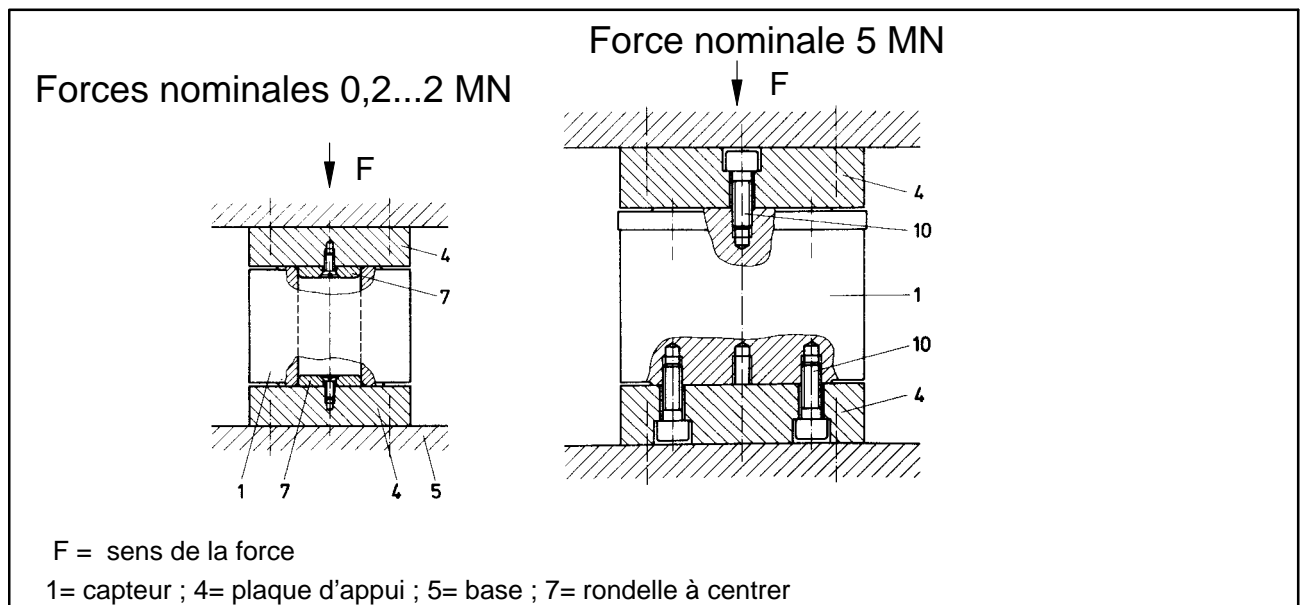
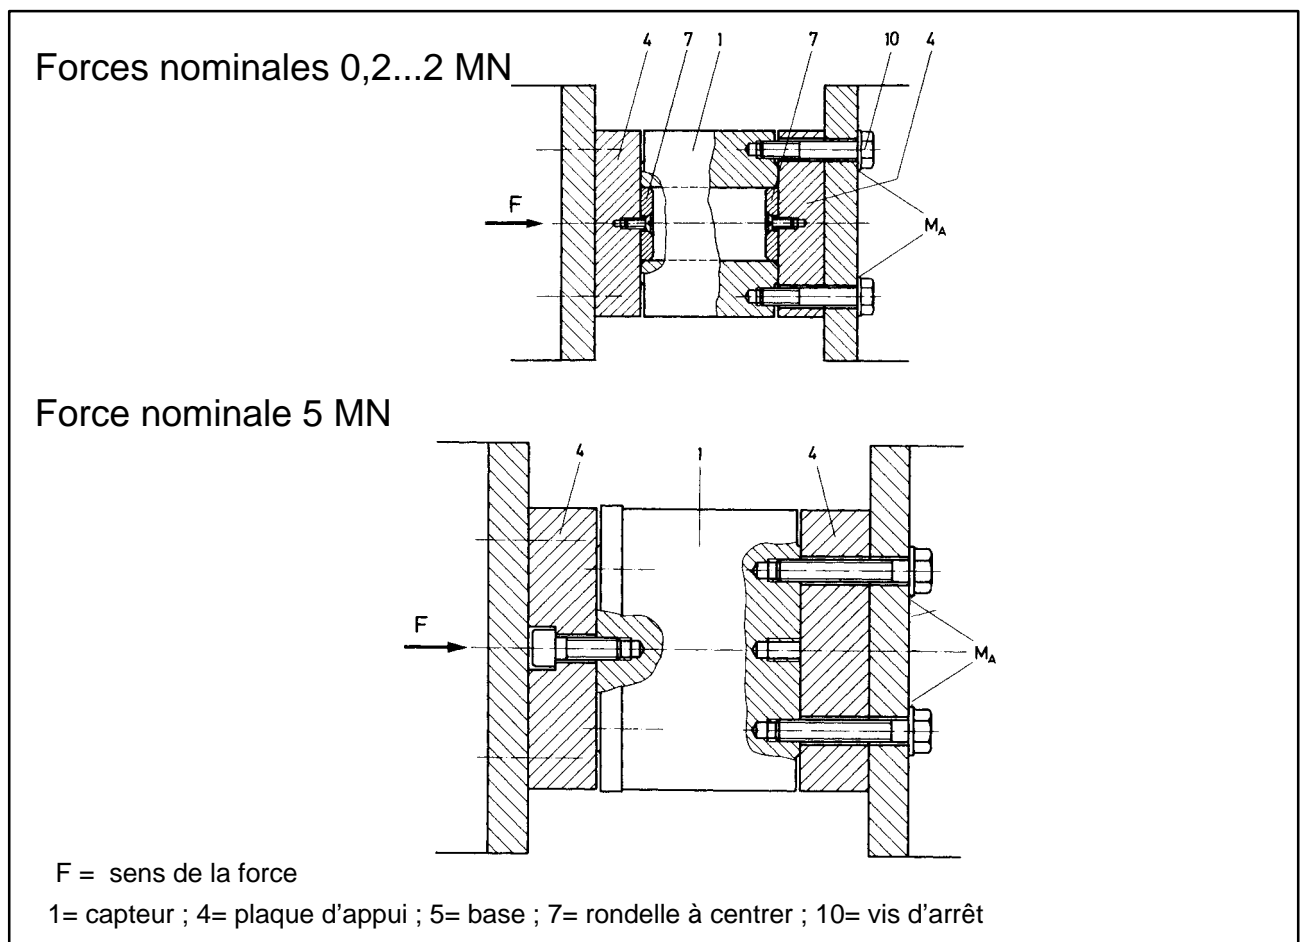
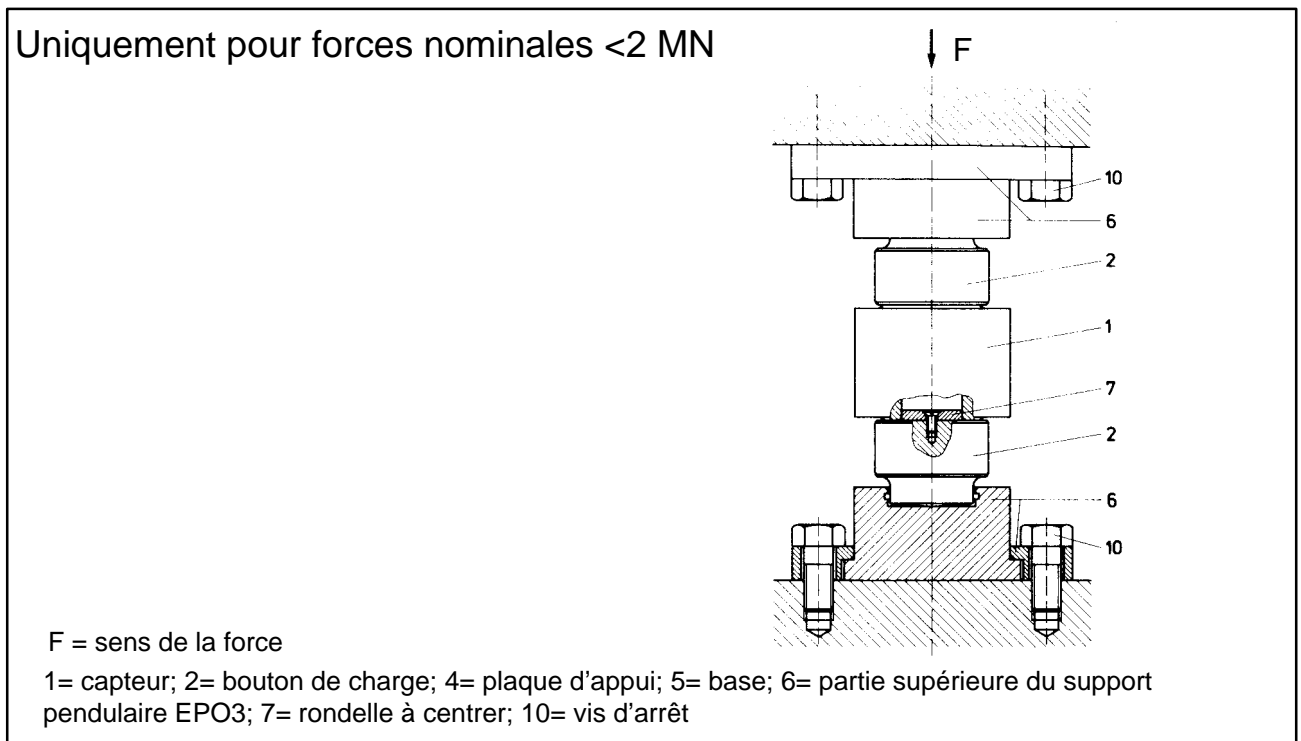

Abb. 5.15:Sens de la force vertical
Abb. 5.16:Sens de la force horizontal
Abb. 5.18: Montage avec support pendulaire EPO3
Les dilatations thermiques de la construction qui apparaissent entre différents points d'appui et le montage rigide du capteur peuvent provoquer des charges transversales. Le cas échéant, des accessoires de montage HBM (chapitre 5.3, Abb. 5.18) peuvent être utilisés. Les accessoires de montage des capteurs de la série C6A sont:
Ce type de montage (Abb. 5.15 et Abb. 5.16) est réalisable si l'introduction de force est centrée et si aucune force transversale n'intervient.
Il convient, lors de la planification du montage, de considérer que les plaques d'appui (4) (cf. Abb. 5.15 à Abb. 5.18) sont trempées ($HR_{C42...46}$) et ont subi une rectification à faces planes et parallèles (planéité $\pm 0,02$ mm; épaisseur minimum cf. tableau ci-dessous). La base doit être suffisamment inflexible. Pour centrer les capteurs de charges nominales ≤ 2 MN, il est recommandé d'utiliser des rondelles à centrer (7) (cf. Abb. 5.15 à Abb. 5.18). Les dimensions exactes de ces rondelles doivent correspondre à celles des rondelles à centrer des boutons de charge (chapitre 8.2). Si le capteur est fixé au moyen de vis d'arrêt (10) (cf. Abb. 5.15, Abb. 5.16 et Abb. 5.18), veiller lors du serrage des vis à ne pas dépasser le couple de serrage maximal M_A donné dans le tableau ci-dessous.
La version présentée Abb. 5.18, en tant que support pendulaire, permet le déplacement latéral d'un point d'appui (obliquité max. de l'axe du support pendulaire env. 1 à 2°).